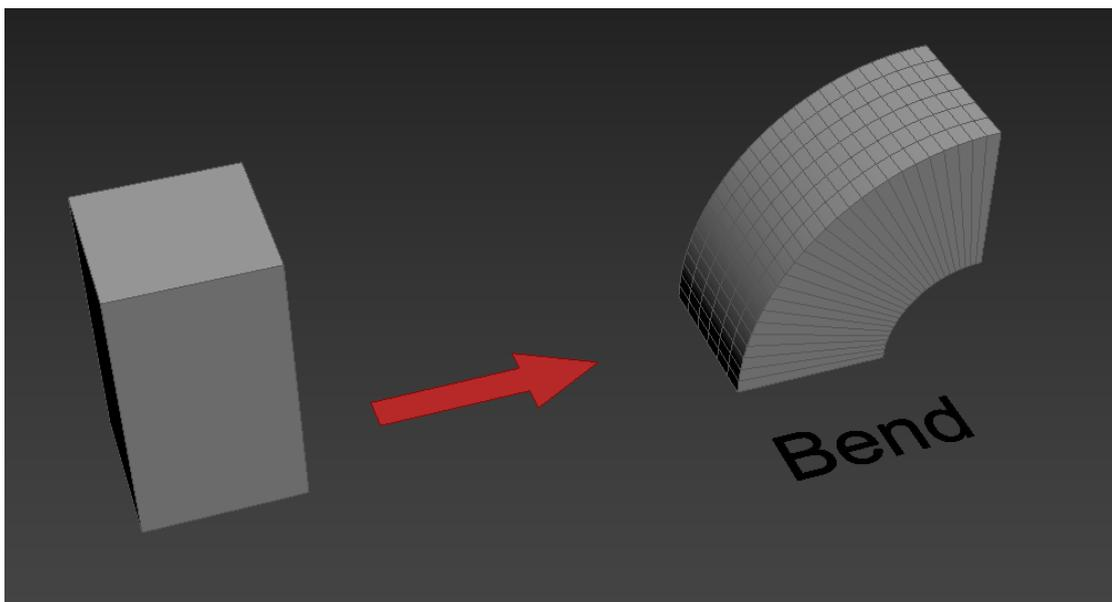

Рис. 30
**Модификатор «Bend»** (Изгиб) – позволяет сгибать объект вдоль определенной оси (рис. 30). Его разворачивающаяся панель Parameters включает параметры Angle (Угол изгиба), Direction (Направление изгиба), Upper Limit (Верхняя граница), Lower Limit (Нижняя граница) и Bend Axis (Ось изгиба). Используя поля раздела Limits, можно установить соответственно верхнюю и нижнюю границы, за пределами которых модификатор Bend не оказывает влияния на объект.